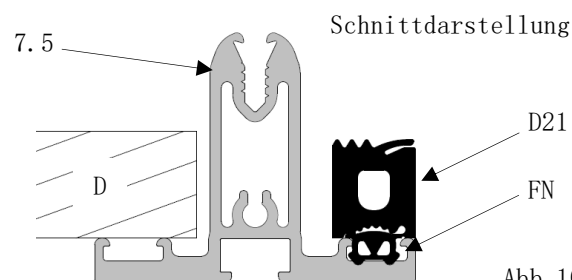

Abb. 102
- siehe Schnittdarstellung Abb. 102